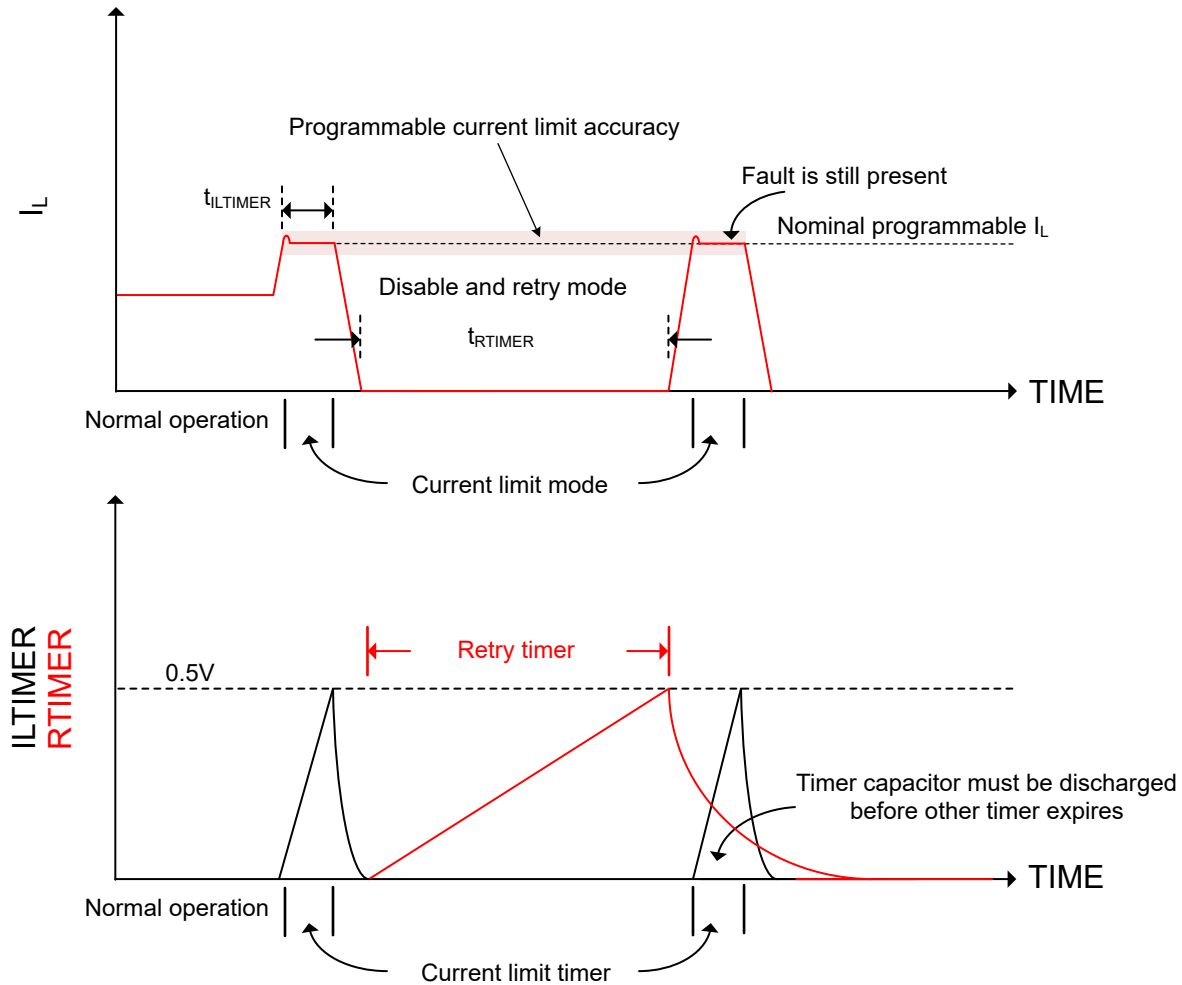

图 8-2. 可编程故障计时器电容器约束条件
必须对可编程故障计时器 **ILTIMER** 和 **RTIMER** 进行设置，使得一个计时器的电容器在另一个计时器到期之前放电，以便确保正常运行。图 8-2 展示了一种未满足该约束条件的情况，由于 **RTIMER** 比 **ILTIMER** 大得多，因此在 **CILTIMER** 达到 0.5V（即 **ILTIMER** 到期时）之前，未对 **CRTIMER** 放电。为避免这种情况，必须满足方程式 10 中所示的约束条件。使用该公式，一旦为计时器选择了电容器（方程式 10 中的 **C1**），就可以计算第二个计时器的电容器的最大值。在使用内部 **ILTIMER** 的特定情况下，假设故障仍然存在，则必须调整 **RTIMER** 电容器的大小，以便在内部 **ILTIMER** 到期之前对电容器放电。可在 电气特性：所有器件 表中找到每个计时器的内部下拉电阻。对于图 8-2 所示的情况，方程式 10 中的 **C1** 和 **RPD1** 对应于 **RTIMER**。
- 图 8-2：可编程故障计时器电容器约束条件